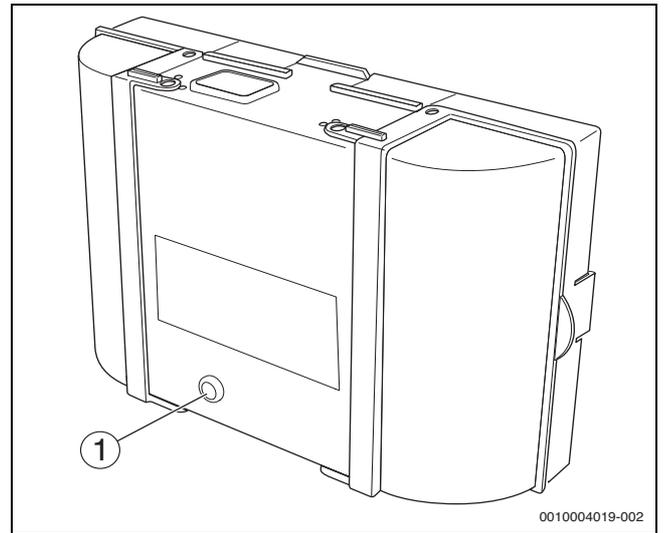

Bild 15 Störungen am Feuerungsautomaten zurücksetzen
- ▶ Reset-Taste am Feuerungsautomaten drücken (→Bild 15).